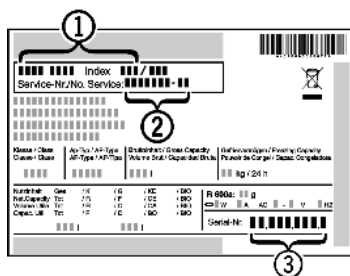

Fig. 43
- ▶ Назва пристрою Fig. 43 (1), сервісний номер Fig. 43 (2) та серійний номер Fig. 43 (3) вказані на заводській табличці. Заводська табличка знаходиться всередині пристрою, зліва.